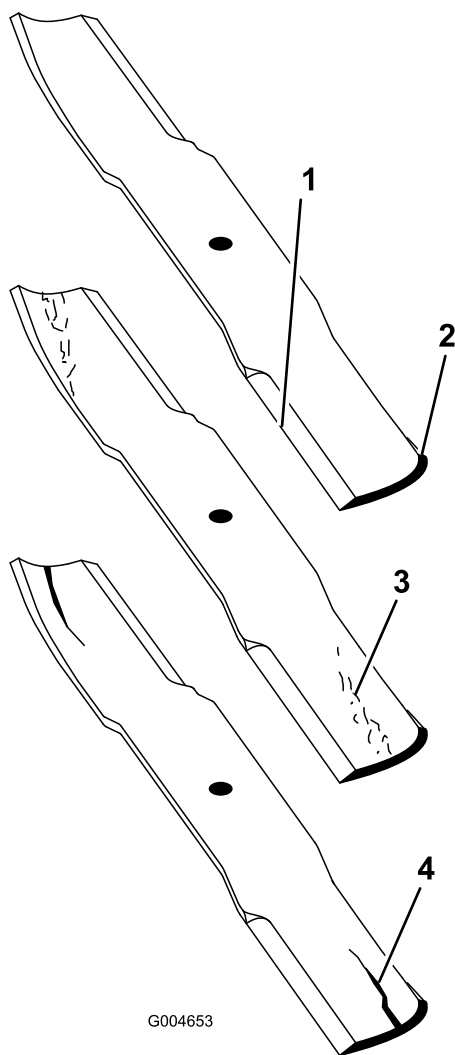

Figura 19
1. Inspeccione as extremidades de corte (Figura 19). Se as extremidades não estiverem afiadas ou estiverem amolgadas retire e afie as lâminas. Consulte Afiar as lâminas.
2. Inspeccione as lâminas, especialmente a área da aba (Figura 19). Se verificar quaisquer danos, desgaste, ou a formação de ranhuras nesta área (Figura 19), instale imediatamente uma lâmina nova.